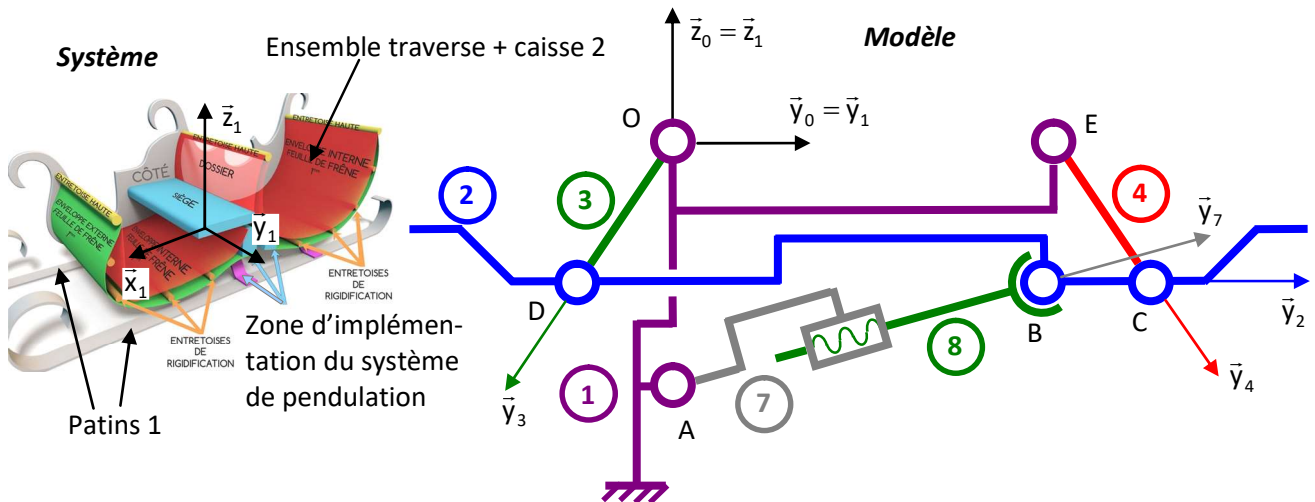

Figure 2 - Schéma cinématique du système de pendulation dans le plan $(O, \vec{y}_0, \vec{z}_0)$.
Pour cette étude, on se place dans un problème plan $(0, \vec{y}_0, \vec{z}_0)$ qui correspond à celui représenté sur le schéma cinématique 2D de la figure 2 et du document réponse DR1. Cette vue plane correspond à une vue transversale du traîneau. Le solide 2 correspond à l'ensemble traverse + caisse du traîneau et le solide 1 aux patins. L'ensemble 7 + 8 correspond au vérin électromécanique. On se place, pour cette étude, dans le cas où le traîneau est encore à l'arrêt posé au sol, par conséquent les patins 1 seront considérés fixes par rapport au sol.
Q.2. Tracer le graphe des liaisons associé à la modélisation représentée par le schéma cinématique 2D de la figure 2.